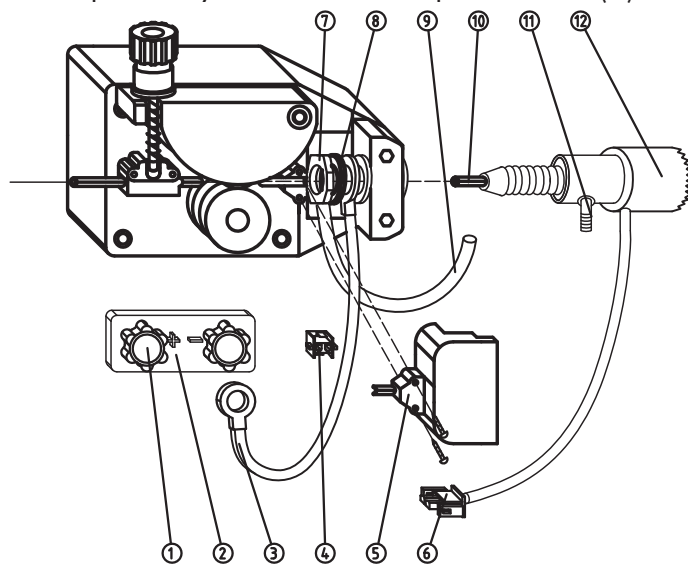

Fig.4
- Coloque la pistola en su alojamiento y bloquéela en el motor de arrastre del alambre (con la tuerca de serie), teniendo cuidado en que la entrada de la sirga de guía del alambre" esté alineada con la ranura entre los dos rodillos de arrastre. Para comprender mejor la operación, véanse los dibujos de las operaciones a efectuar para instalar una pistola con conexión por separado (FIG. 4). Conecte el tubo de gas a la toma de la pistola y fíjelo con una abrazadera metálica. Una los dos conectores del pulsador de la pistola, y cubra con la tapa aislante (5).